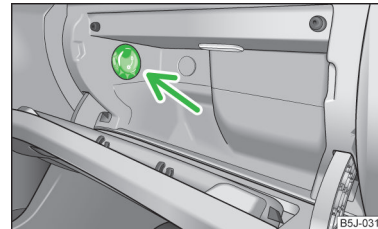

Abb. 84
- Mit dem Drehschalter » Abb. 84 wird die Luftzufuhr geöffnet bzw. verschlossen.